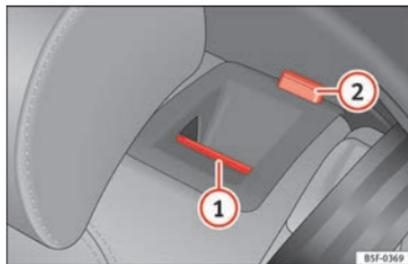

Fig. 152 En el respaldo del asiento trasero: tecla de desbloqueo ①; marca roja ②.
- Tire de la tecla de desbloqueo »» fig. 152 ① hacia delante y, al mismo tiempo, abata el respaldo.
- El respaldo trasero está desbloqueado cuando se ve una marca roja en la tecla ②. »»
El respaldo trasero está desbloqueado cuando se ve una marca roja en la tecla » fig. 152 ②.